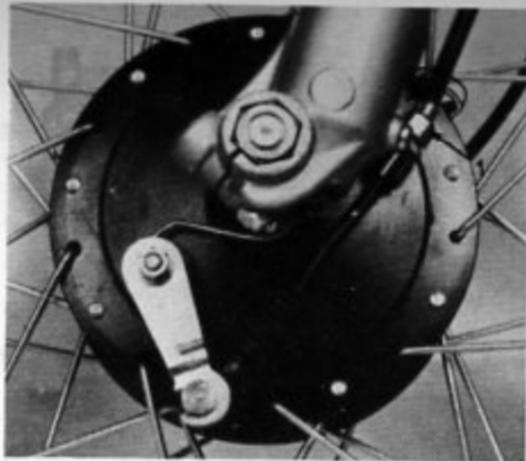

Fig. 20 - Mozzo anteriore
- Nel caso non fosse sufficiente, agire sul regolafilo posto sul mozzo anteriore (Fig. 20).
- Svitare il dado ad alette (Fig. 20) ed estrarre il coperchietto.